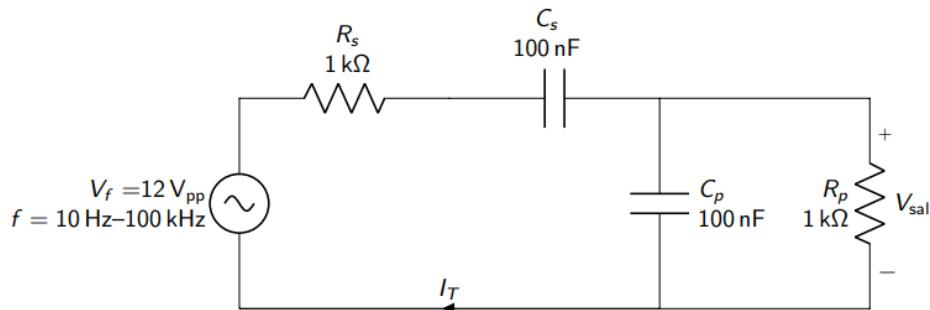

Figura 11.2: Circuito RC serie-paralelo.
**Gráfica 3.** Respuesta simulada para el voltaje  $V_{sal}$  del circuito de la figura 11.2
**4. ¿Cuál es la utilidad práctica del circuito RC serie-paralelo (Wien) en la figura 11.2?**